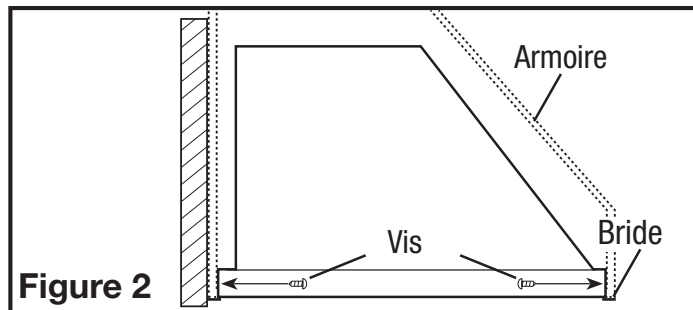

Figure 2
- Soulevez l'unité vers le haut et placez-la de sorte que les arêtes inférieures soient en plein contact avec le fond de l'armoire. En utilisant les vis de support en bois incluses, fixez l'unité dans l'armoire en enfonçant les vis à l'intérieur des trous (Figure 2).